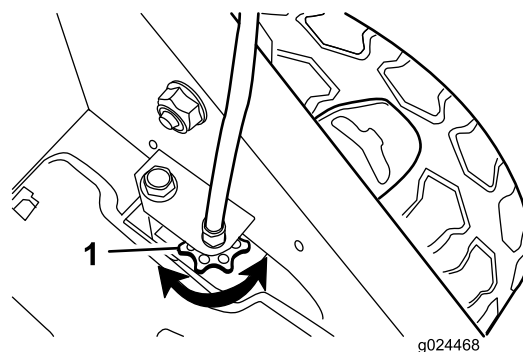

Figura 27
- Si las ruedas no giran al apretar la barra de autopropulsión, la correa de transmisión está demasiado floja. Gire el mando de control de la transmisión de las ruedas (Figura 27) una vuelta en el sentido de las agujas del reloj y repita los pasos 4 a 6.
el mando de control de la transmisión de las ruedas (Figura 27) una vuelta en el sentido contrario a las agujas del reloj y repita los pasos 4 a 6.